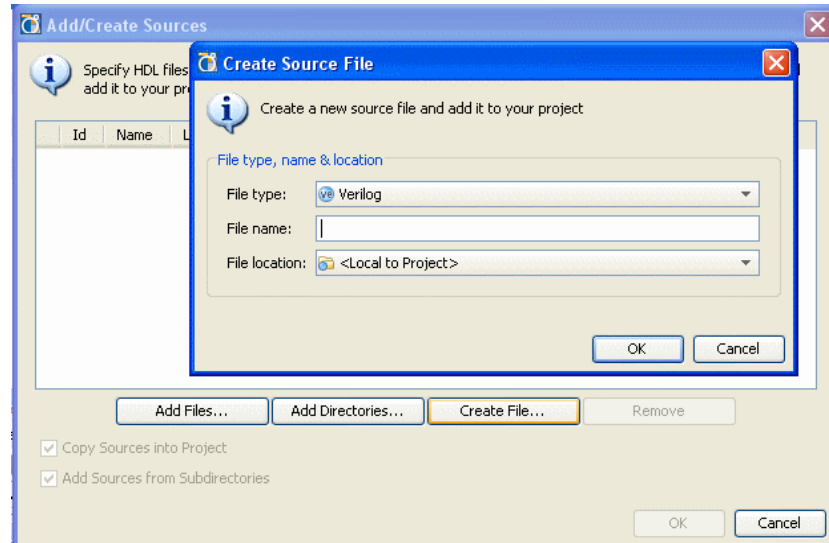

図 3-7 : [Create Source File] コマンド
2. [Add/Create Sources] ページで [Create File] ボタンをクリックします (図 3-7)。
3. 図 3-7 のダイアログ ボックスで次の情報を定義します。